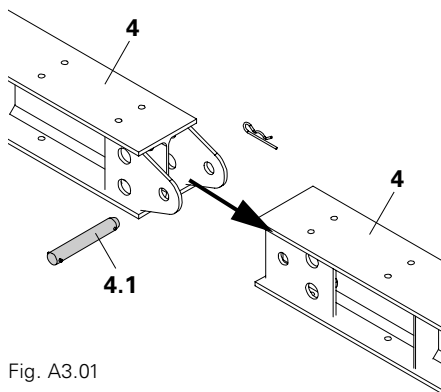

Fig. A3.01
2. Placér bunddrager (4) på brugsstedet (fundamentet). Drageren skal ligge an mod hele overfladen.
3. Alt efter totallængden på bunddrageren monteres og sikres enkeltbjælker med bolt og split (4.1). (Fig. A3.01)